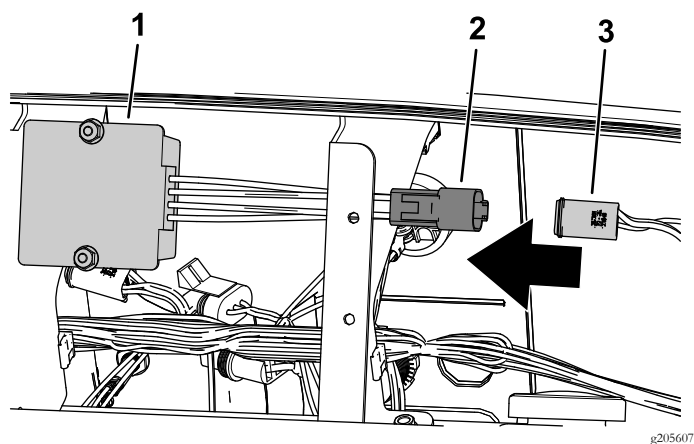

图6
- 4. 将无线小时表线束上的阴性 4 插槽接头连接到现有 12V 转换器上的阳性 4 针接头图6。